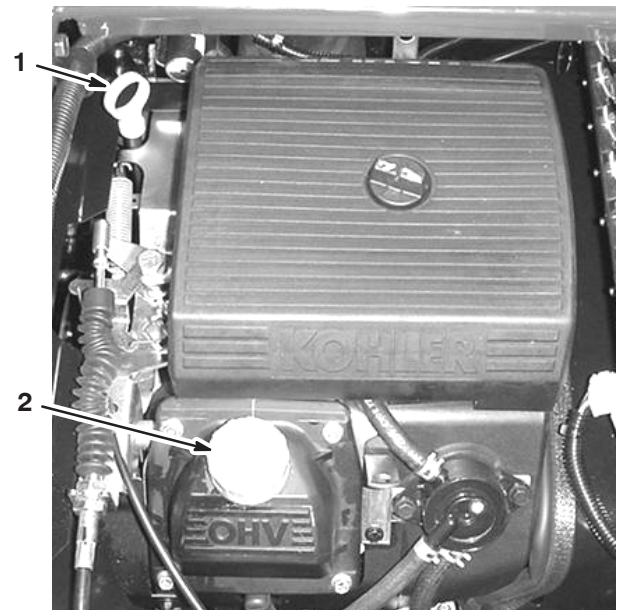

Bild 6
2. Nehmen Sie den Peilstab heraus und wischen Sie ihn mit einem sauberen Lappen ab (Bild 6). Stecken Sie den Peilstab in das Rohr und stellen Sie sicher, dass er vollständig eingeführt ist. Nehmen Sie den Peilstab heraus und prüfen Sie den Ölstand.
3. Nehmen Sie bei niedrigem Ölstand den Fülldeckel von der Ventilabdeckung (Bild 6) ab und gießen Sie so viel Öl ein, dass der Ölstand die „Voll“-Marke am Peilstab erreicht; siehe „Wechseln des Motoröls“ auf Seite 39 für die korrekte Ölsorte und -viskosität. Gießen Sie Öl langsam ein und prüfen Sie den Ölstand häufiger während des Füllens. **Füllen Sie nicht zu viel ein.**